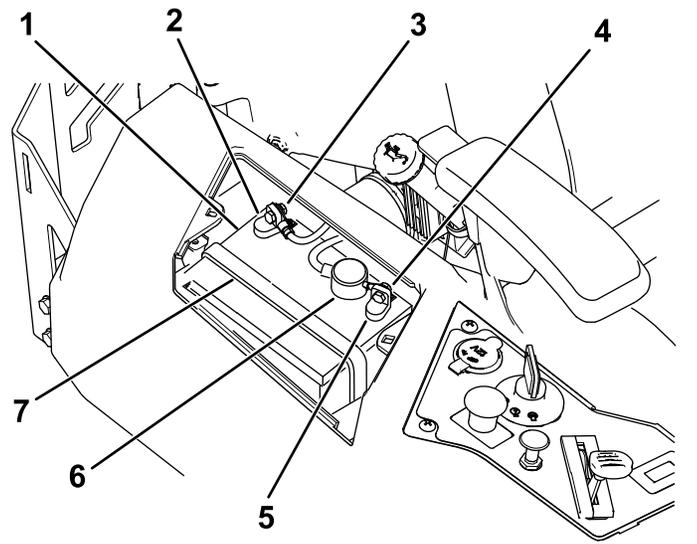

Figure 45
- Débranchez le câble négatif (noir) de mise à la masse de la borne de la batterie (Figure 45).
- Débranchez le câble positif (rouge) de la borne de la batterie (Figure 45).
- Déposez la barrette de maintien de la batterie (Figure 45) et soulevez la batterie de son support.
1. Placez la batterie dans son support (Figure 45).
5. Fixez la batterie en place à l'aide de la barrette de maintien (Figure 45).